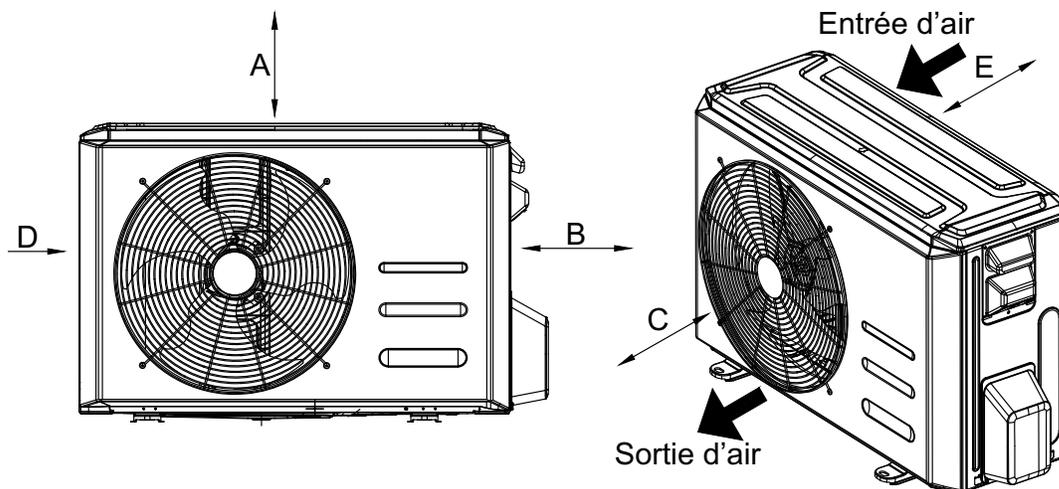

Fig. 6 – Dégagement de l'appareil extérieur
- Emplacement qui fournit les dégagements appropriés (voir figure 6).
- Laissez suffisamment d'espace pour permettre la circulation d'air et l'entretien de l'appareil. Voir fig. 6 à la page 5 pour connaître les distances minimales requises entre l'appareil et les murs.